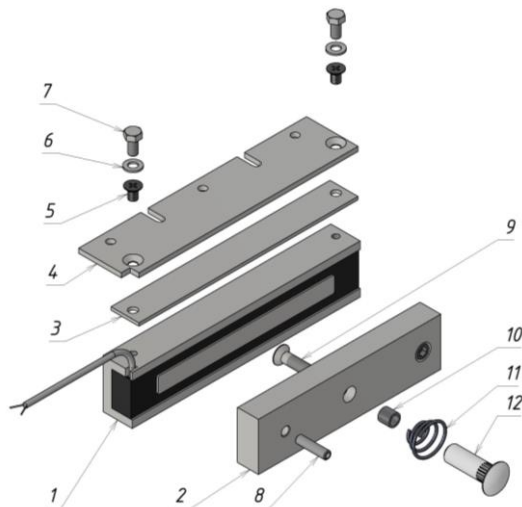
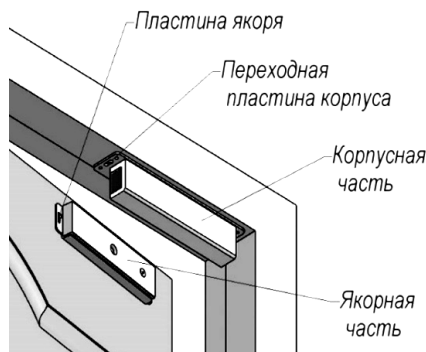

Рисунок 1 – Комплект поставки замка ALM-180FB
Рисунок 2 – Вариант крепления корпуса замка на монтажной пластине
3.1 В комплект поставки замка ALM-180FB (рисунок 1) входят:
- корпус (1) - 1 шт.
- якорь (2) - 1 шт.
- планка (3) - 1 шт.
- пластина (4) - 1 шт.
- винт M5x8 (потайн.) (5) - 2 шт.
- шайба 5 (6) - 2 шт.
- болт M5x10 (7) - 2 шт.
- штифт (8) - 1 шт.
- винт M6x35 (9) - 1 шт.
5.1 Корпус замка размещается в верхней части дверной коробки (рисунок 2). Крепление корпуса к дверной коробке производится с помощью монтажной пластины (рисунок 1 поз.4).